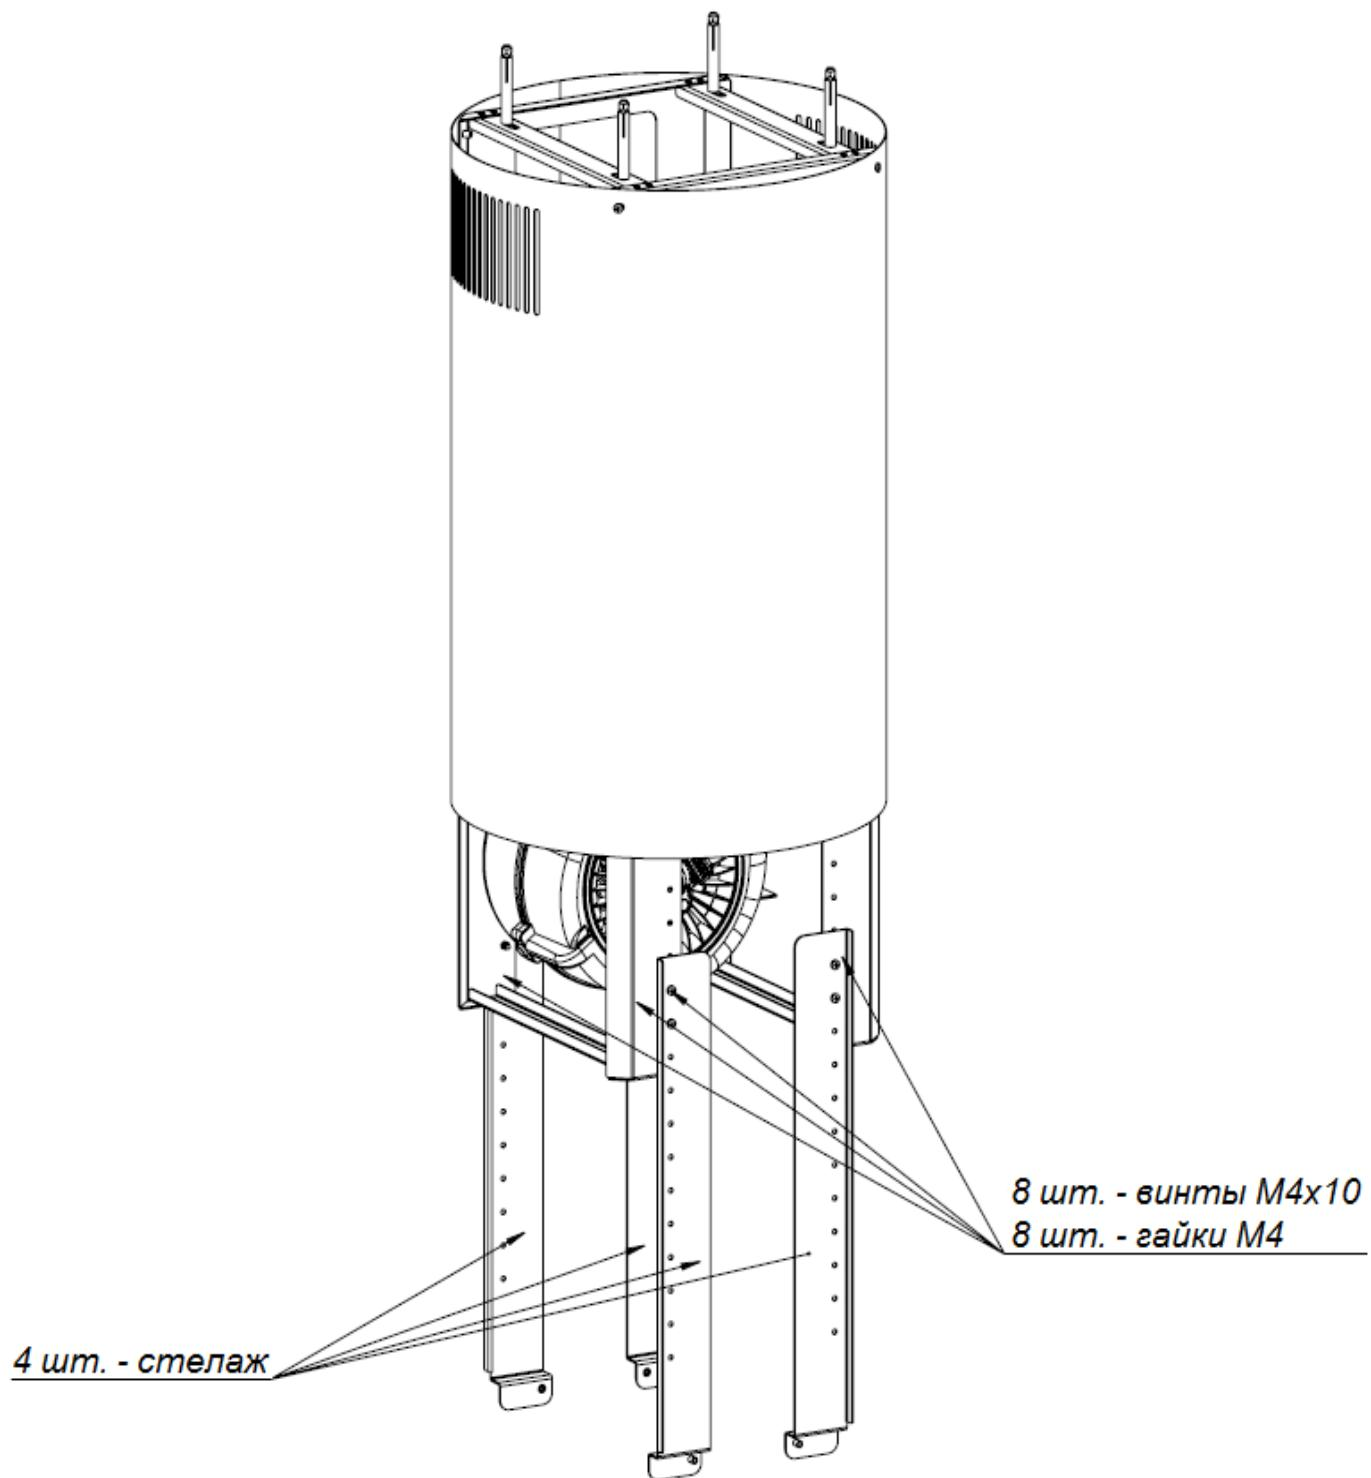

*Рис. 2*
1. В потолке, по центру над плитой, отметьте отверстия под каркас вытяжки. В специально отведенных местах на потолке следует просверлить отверстия под дюбели, а затем фиксировать каркас с турбиной к потолку с помощью дюбелей 6x80 – 4 шт. (рис. 2).